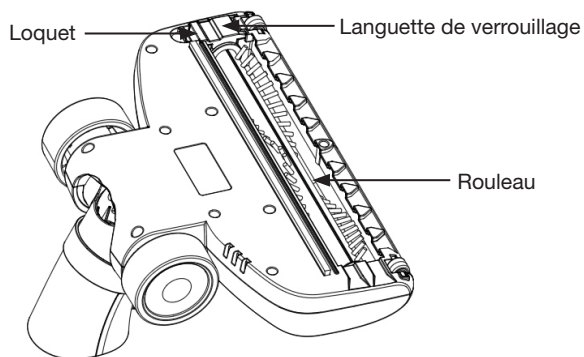
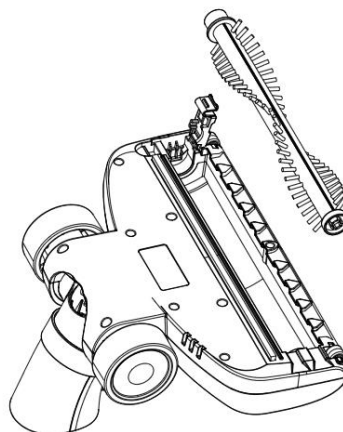

Fig. 15
Fig. 16
2. Retournez l'électrobrosse (Fig. 15).
3. Poussez le loquet et soulevez la languette de verrouillage (Fig. 15) : vous pouvez ainsi sortir le rouleau de son logement (Fig. 16).